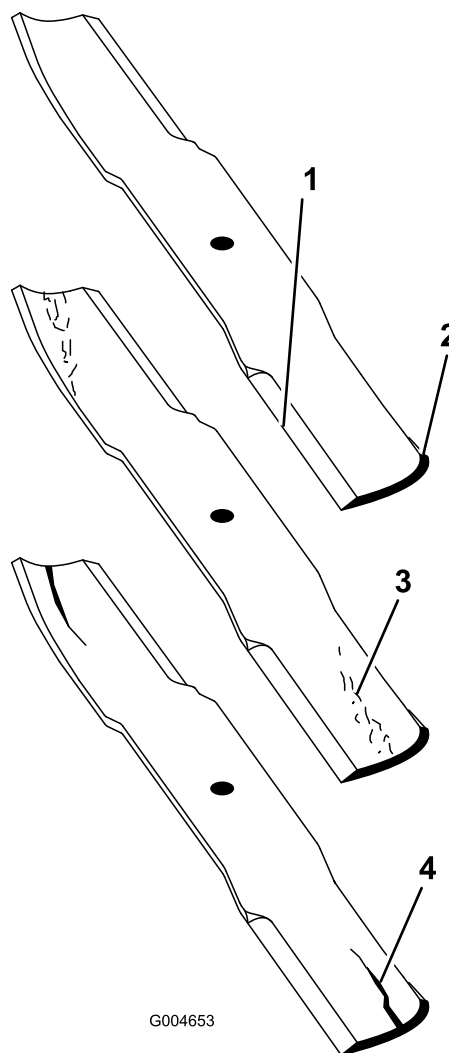

Bild 130
2. Prüfen Sie die Schnittkanten des Messers sorgfältig, insbesondere dort, wo die geraden Flächen die gebogenen berühren (Bild 130).
Hinweis: Da Sand und anderes reibendes Material das Metall abschleifen kann, das die flachen mit den gebogenen Teilen verbindet, müssen Sie das Messer vor jedem Einsatz des Rasenmähers prüfen. Wenn Sie Abnutzungen feststellen (Bild 130), sollten Sie das Messer auswechseln.